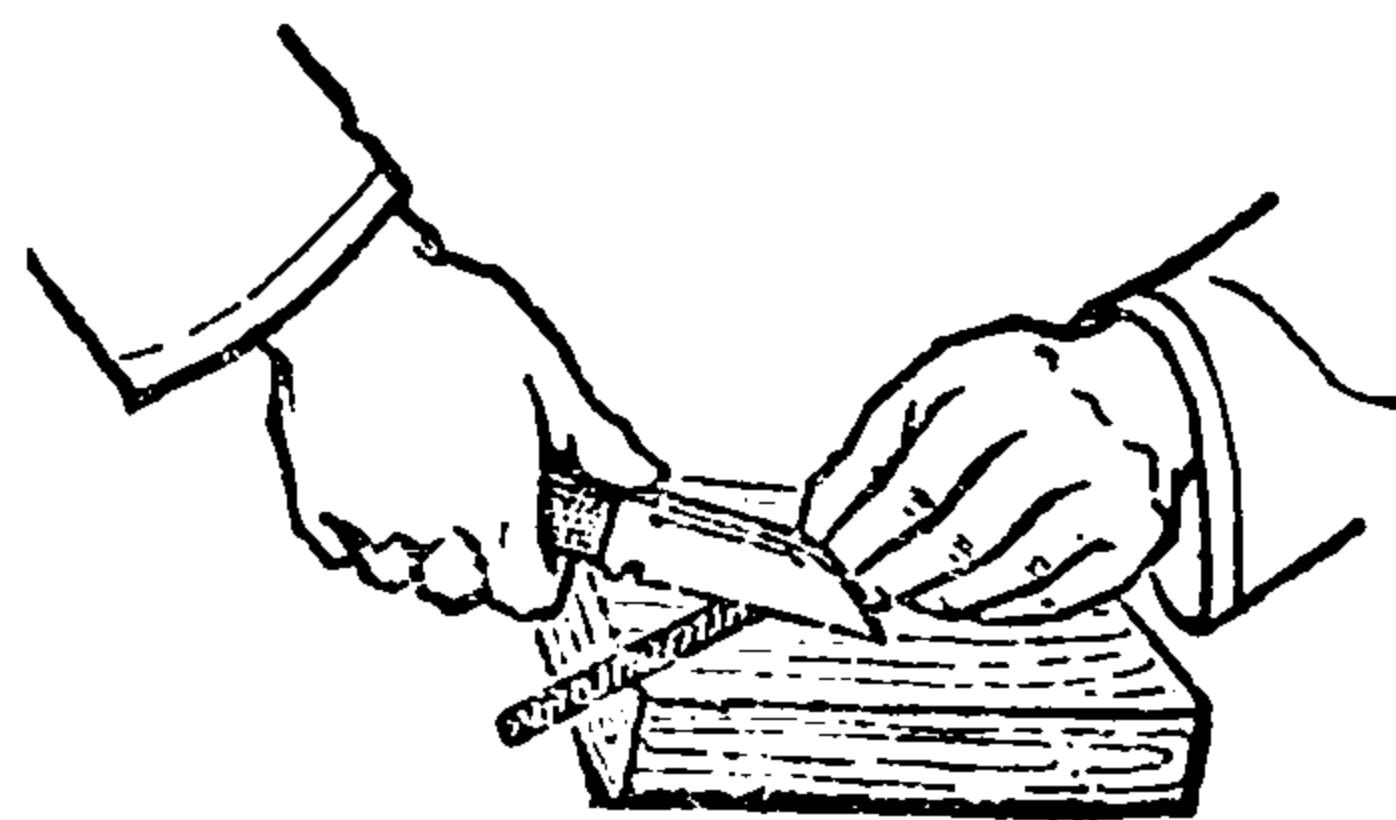

图8 切取导火索
2. 切取导火索（图8）应用锋利的小刀一下切好。切取的长度，根据需要确定。导火索插入雷管的一端切成平口。另一端用火柴点火时，切成斜口；用拉火管点火时，切成平口。